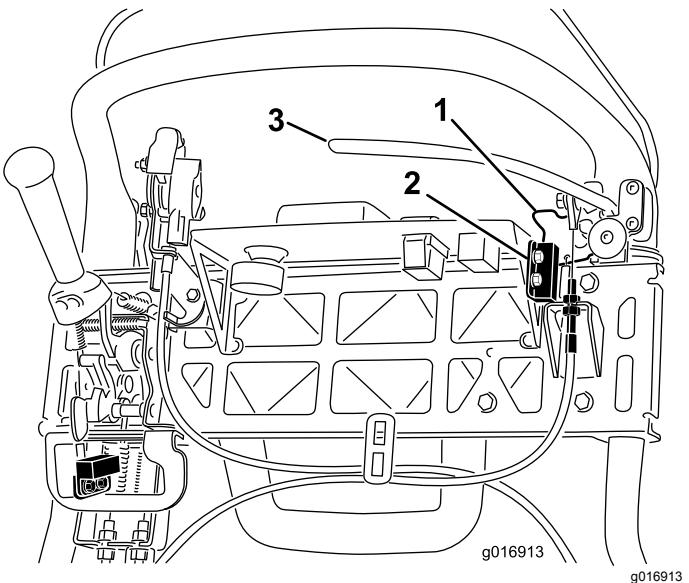

図 45
4. インタロックスイッチを固定しているねじをゆるめて外す図 45。
5. 駐車ブレーキのラッチとインタロックスイッチとの間に厚さ 1.6 mm のシムをはさむ図 45。
4. ケーブルの張りを強くするには、上側ケーブルのジャムナットをゆるめて、下側ケーブルのジャムナット図45を締め、156N 15.8kgの力で駐車ブレーキのラッチが解除されるように調整する